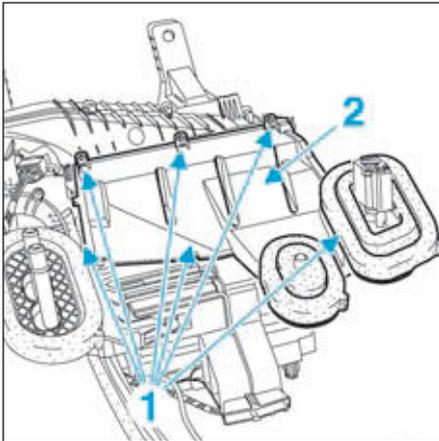

FIG.16
- Déposer les vis de fixation (1) (Fig.16).
- Déposer le cache (2).